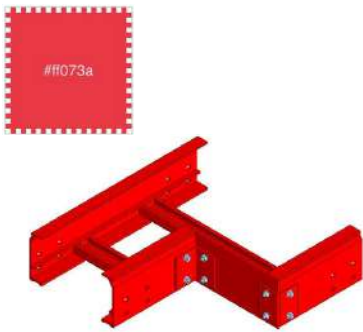

Рис. 1
- Кабельные системы для прокладки электрических трасс RAL 3024 (#ff073a) Неоново-красный (Рис. 1);